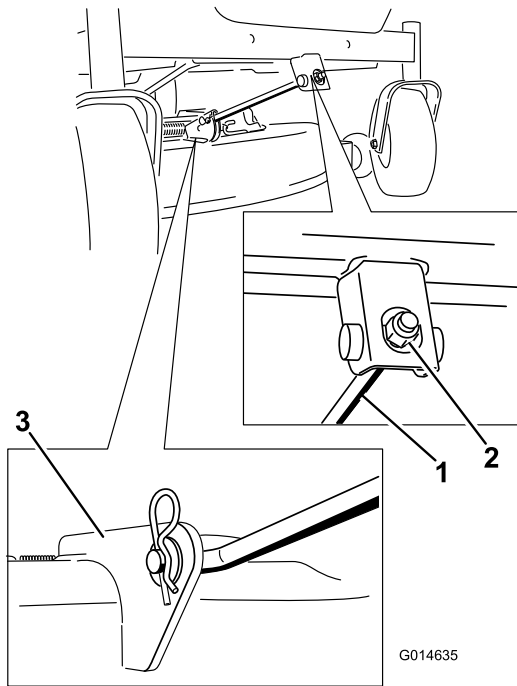

Figura 72
4. Retire el pasador de horquilla de la varilla de soporte delantera y retire la varilla del soporte de la carcasa (Figura 72).
6. Para carcasas de 152 cm (60"), retire los 2 muelles de elevación de la carcasa (Figura 72).
7. Conecte la varilla de soporte delantera a la carcasa de corte con el pasador y la chaveta (Figura 72).